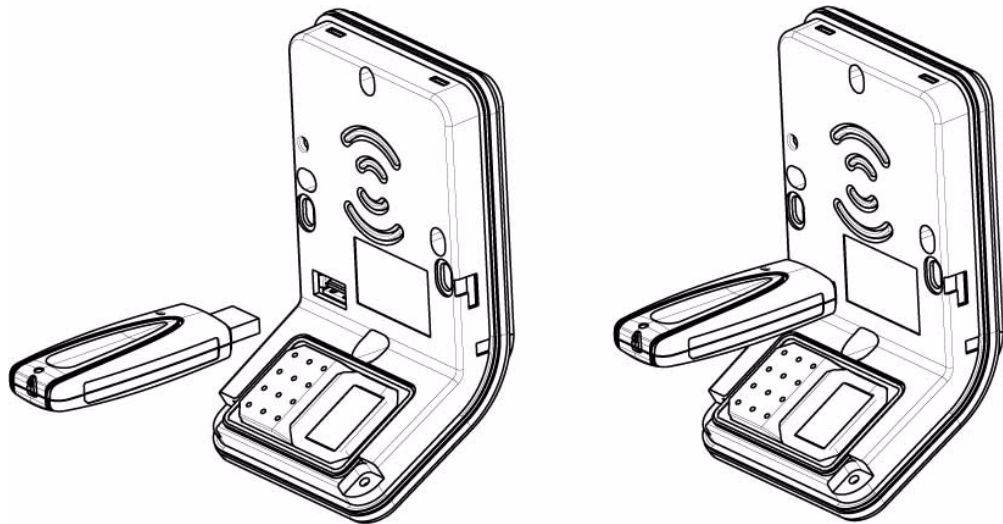

Figure 3.7: Branchement de la clé mémoire USB
9. A ce stade, il est possible de brancher une clé mémoire USB dans le terminal pour configuration (voir Figure 3.7). Pour plus d'informations sur la configuration et le réglage du produit, se reporter au Guide d'Utilisation du MorphoAccess® J Series. Après avoir effectué la configuration, retirer la clé mémoire USB.